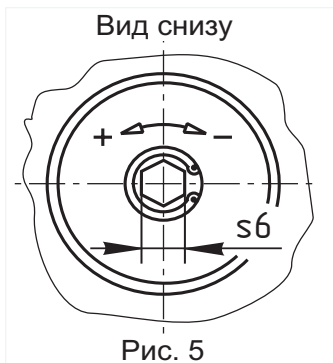

Рис. 5
4.4.3 При необходимости регулирования количества пропускаемого газа, используйте винт в нижней крышке (только для клапанов ВН...КЕ). Поворачивая винт в сторону знака «-» можно уменьшить количество пропускаемого через клапан газа (рис. 5).